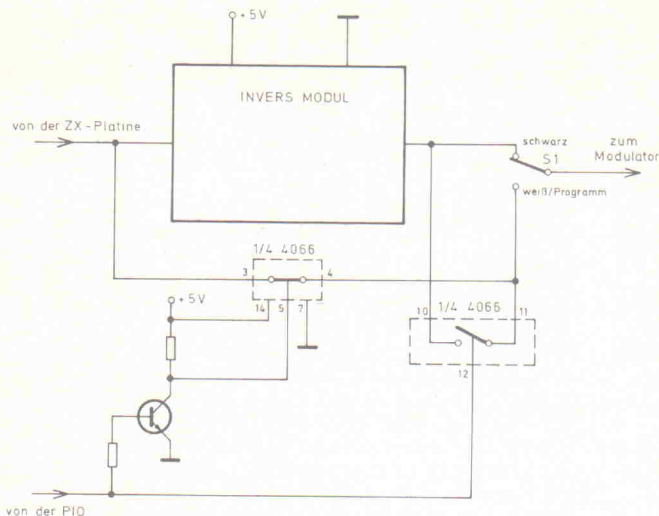

Bild 2. Anschlußschema des Invers-Moduls mit Umschaltmöglichkeit per Software
- Darstellungsart per Schalter wählbar oder per Programm (Bild 2).
Für die Umschaltung per Software, wofür eine PIO (gleich welcher Art) notwendig ist, muß lediglich ein IC hinzugefügt werden. Der PIO-Port, der in Stellung von S1 auf Weiß/Programm (Bild 2) einen Analog-Schalter direkt und den anderen über einen Transistor-Inverter steuert, bildet so den Umschalter S1 nach.